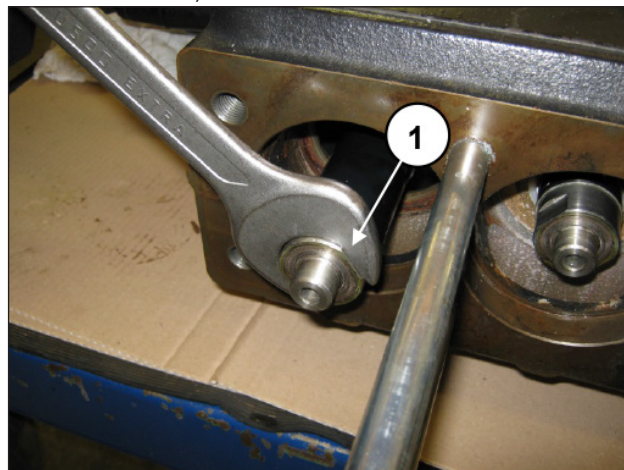

Рис. 124
После снятия торца высвободите распорные элементы, как показано в поз. ①, Рис. 124.